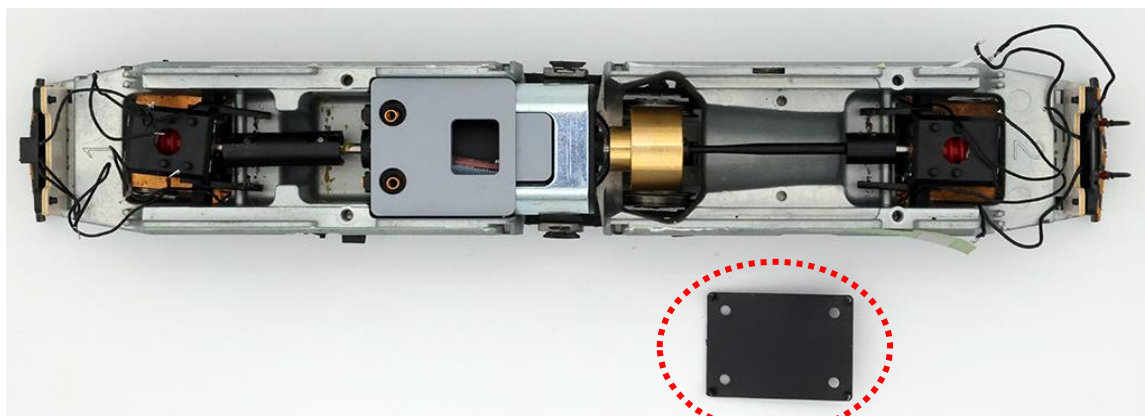

Fig. 4
5. Rimuovere il blocchetto plastico di colore nero (Fig. 4)